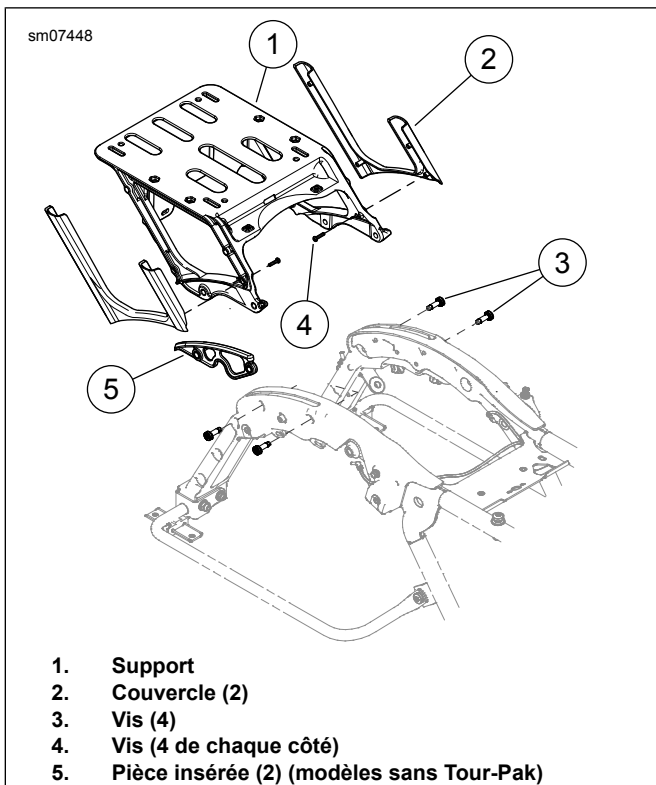

Figure 5. Support de coffre Tour-Pak
- a. Voir Figure 5 . Retirer les connecteurs de faisceau des ancrages sur le support (1).
- b. Retirer deux vis (3) de chaque côté.